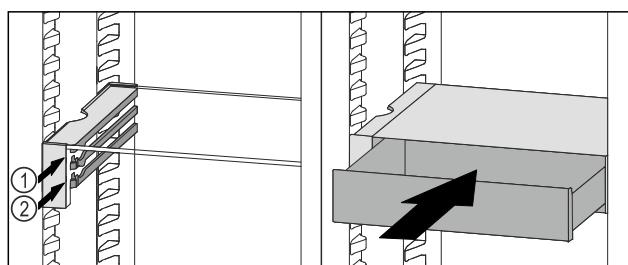

Fig. 78
- Predal VarioSafe namestite za zaustavljalnimi elementi na želeni nastavek Fig. 78 (1) ali Fig. 78 (2).